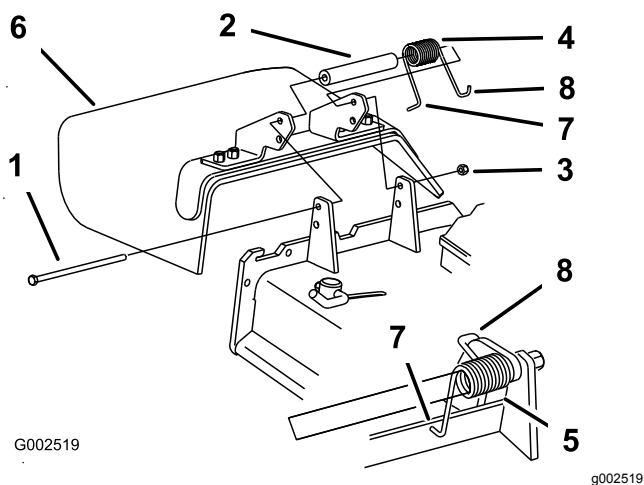

Figura 107
1. Retire a porca de bloqueio, o parafuso, a mola e a cunha que fixam o defletor aos apoios de articulação (Figura 107).
5. Coloque a extremidade em gancho J da mola em torno do defletor de relva (Figura 107).
Nota: Certifique-se de que a extremidade em L de mola está montada por trás da extremidade da plataforma antes de colocar o parafuso como apresentado em Figura 107